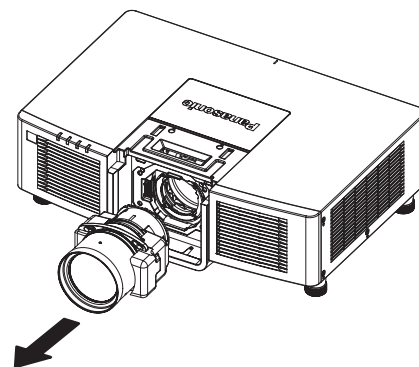

Fig. 5
4) Retirez l'objectif de projection. (Fig. 5)